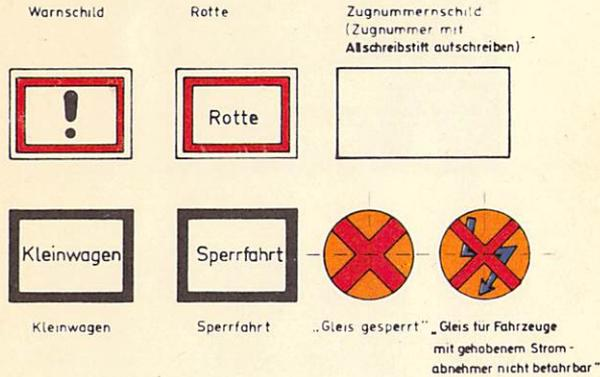

Bild 4
(5) Hilfseinrichtungen sind
- Merkschilder als Haftschilder (vgl. Bild 4) bzw. Aufsteckschilder,